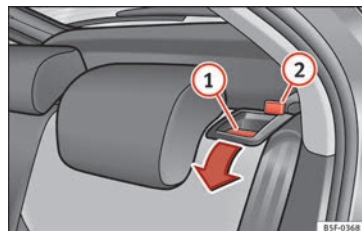

Fig. 150 Leva di sblocco dello schienale.
- Premere la leva di sblocco » **fig. 150 1** nella direzione indicata dalla freccia.
- Sollevare lo schienale fino a farlo incastrare » **Δ**. Se lo schienale è ben fissato, la tacca rossa del perno » **fig. 150 2** non risulta più visibile.